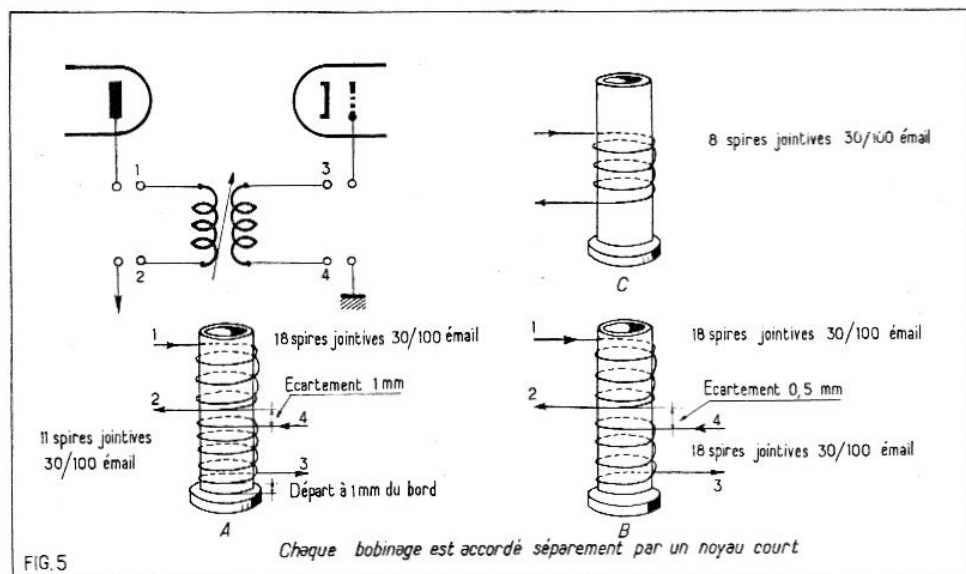

FIG. 5
Pour le premier bobinage (A) des étages MF de la vision (fig. 5), nous mettrons à profit les principes énoncés plus haut. Nous ne voudrions pas reprendre ici exactement le nombre de tours de ces bobinages et nous avons préféré reporter ces indications sur la figure 5.
Fig. 5. — Façon de réaliser les enroulements surcouplés. Bien respecter l'écartement entre les enroulements. En haut le bobinage C qui sert à l'entrée de la platine.
Le principe est le même entièrement pour le transformateur qui sera incorporé dans la détection B de figure 5. A cet endroit-là, le secondaire au moins est shunté par une résistance relativement faible et nous devons tenir compte, dans l'établissement de notre bobinage, de cet amortissement supplémentaire. Là aussi, notre figure 5 donne les indications précises pour la réalisation.